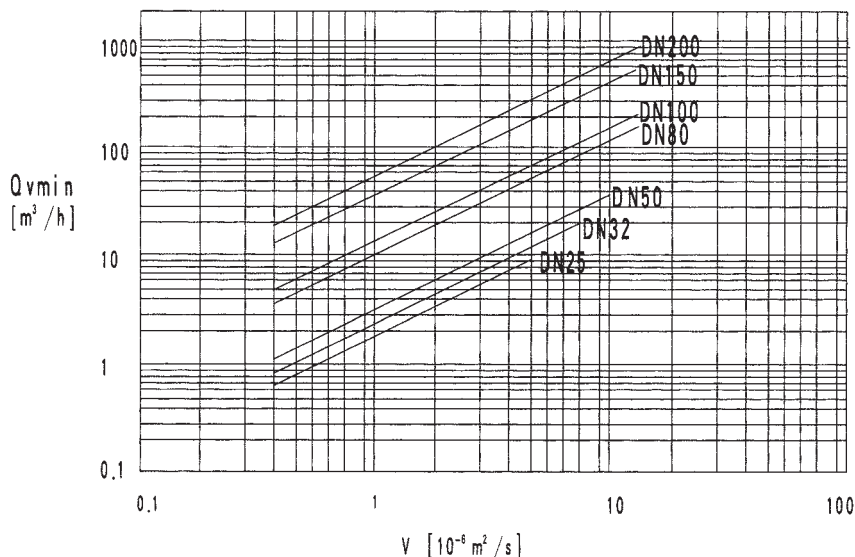

图 7 液体最小流量与运动粘度的关系
液体表可根据图 7 直接查表 2 选用, 而气体表则应计算出工况状态的流量范围后根据图 8 查表 2 选用, 测量饱和蒸汽时查表 3。
- 3) 最小流量: ρ = 8.886kg/m3 时查图 7 得 Qmin=50m³/h,转换成标况流量: